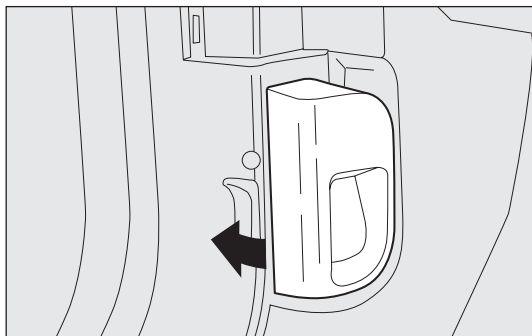

fig. 83
- ☐ tirare la leva fig. 83 nel senso indicato dalla freccia;